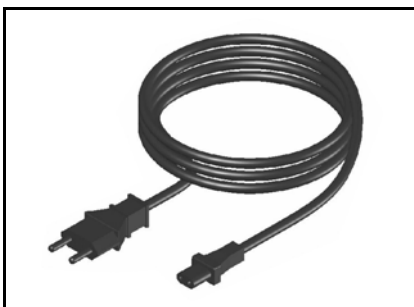

FIG. 2
- FIG. 2 CAVO ALIMENTAZIONE (cod. 00100.02) 1 pz